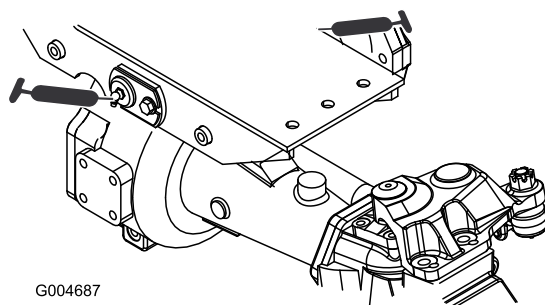

Figura 35
- Dois casquilhos da articulação do eixo traseiro e frontal (Figura 35)